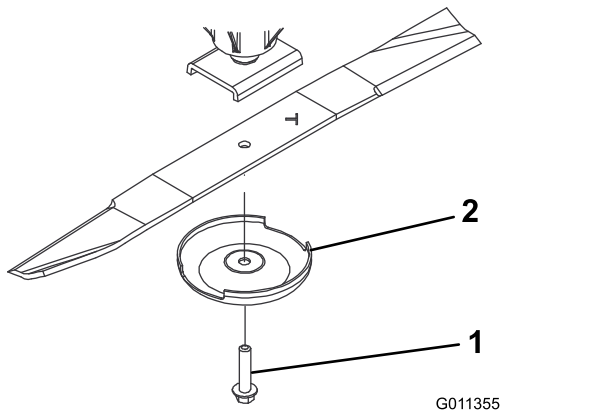

Рисунок 70
3. Возьмитесь за конец ножа, используя ветошь или перчатку на толстой подкладке, отверните болт ножа, снимите защитный колпак и нож с вала шпинделя (Рисунок 70).
4. Установите нож загибом в направлении режущей деки, защитный колпак и болт ножа (Рисунок 70).